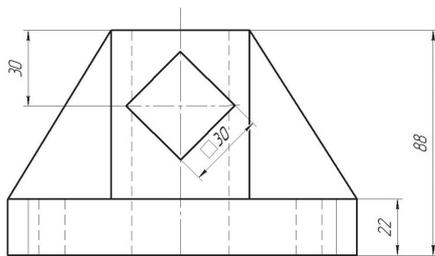

Рис. 5.18
3. Построить квадрат с диагональю вдоль вертикальной оси согласно размерам на чертеже-задании (рис. 5.18).